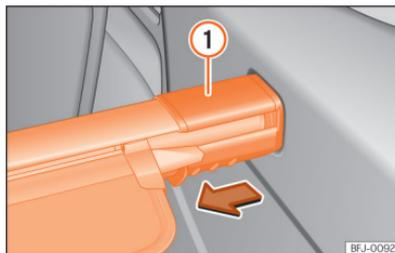

Abb. 194 Im Gepäckraum: Gepäckraumabdeckung ausbauen.
- Abdeckungsträger »» (Abb. 194) ① in Pfeilrichtung drücken und in dieser Position halten.
- Abdeckungsträger »» (Abb. 194) ① loslassen.
- Abdeckungsträger >>> (Abb. 194) ① loslassen.